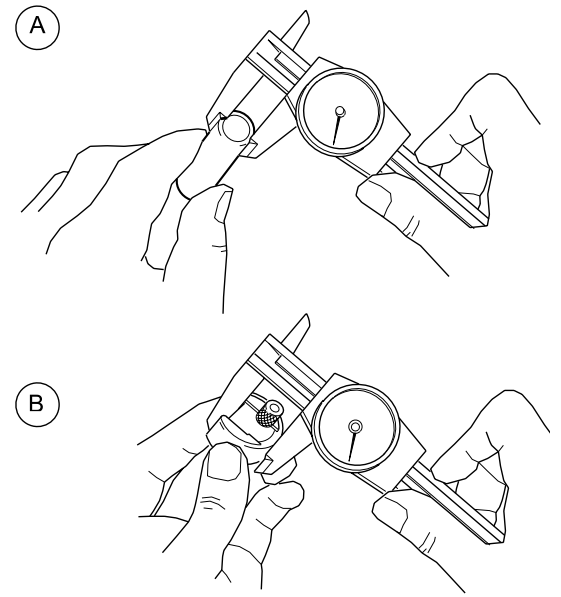

图 8 设定弧隙测规
1. 使用卡尺或千分尺测量待焊接工件的外径。参考图 8(A)。使用了自动生成功能时，M200 将计算弧隙测规设置值。
3. 把弧隙测规调整为第 180 页的表格所列的设置值。参考图 8(B)。